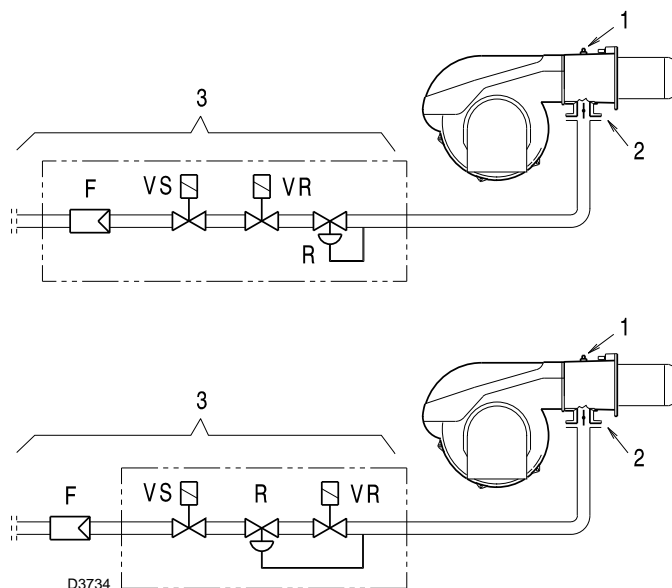

图 23
测试点 1)( 图 23) 处测得的燃气压力，此时：
燃气蝶阀 2)( 图 23) 处的压力损失，此时蝶阀最大开启角度为：90°。
- 用测试点 1)( 图 23) 测得的燃气压力减去炉膛背压。
测试点 1)( 图 23) 处燃气压力 = 11.7 mbar
计算测试点 1)( 图 23) 处所需燃气压力，将燃烧器以最大出力运行:
— 读出右边栏 1 所示测试点 1)( 图 23)。
测试点 1)( 图 23) 处所需压力。